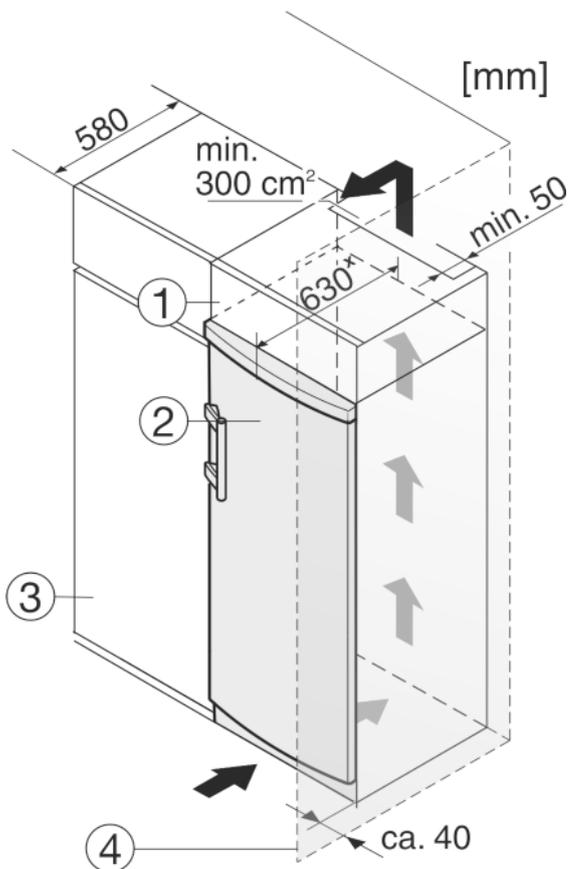

Fig. 9
Das Gerät kann mit Küchenschränken umbaut werden. Um das Gerät *Fig. 9 (2)* der Küchenzeilenhöhe anzugleichen, kann über dem Gerät ein Aufsatzschrank *Fig. 9 (1)* angebracht werden.
Beim Umbau mit Küchenschränken (Tiefe max. 580 mm) kann das Gerät direkt neben dem Küchenschrank *Fig. 9 (3)* aufgestellt werden. Das Gerät steht seitlich 34 mm^x und in der Gerätmitte 50 mm^x gegenüber der Küchenschrankfront vor.
Wenn das Gerät mit den Scharnieren neben einer Wand *Fig. 9 (4)* aufgestellt wird, muss der Abstand zwischen Gerät und Wand mindestens 40 mm betragen. Dies entspricht dem Griffüberstand bei geöffneter Tür.